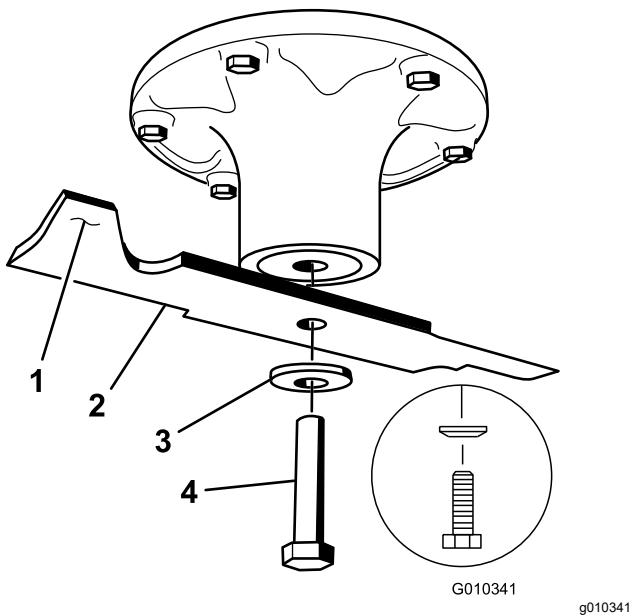

Figura 68
2. Retire del eje el perno de la cuchilla, la arandela curva y la cuchilla (Figura 68).
1. Instale la cuchilla en el eje (Figura 68).
2. Instale la arandela curva (con la copa hacia la cuchilla) y el perno de la cuchilla (Figura 68).